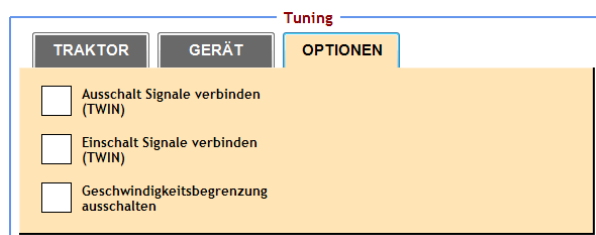

Abbildung 58 SBGuidance TWIN-Optionen
**Ausschalt Signale verbinden (TWIN)** und **Einschalt Signale verbinden (TWIN)** kann in der Registerkarte **OPTIONEN** ein- und ausgeschaltet werden (Abbildung 58). Die erste Option kann verwendet werden, um die Geräteleitung zusammen mit der Traktorlenkung auszuschalten. Die zweite Option kann verwendet werden, um die Geräteleitung zusammen mit der Traktorlenkung einzuschalten.